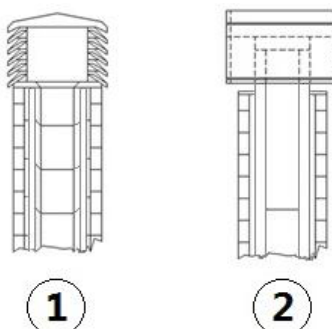

Fig. 4 - Cheminée anti vent
- Il est conseillé de choisir une cheminée de type anti vent, voir **Fig. 4 à page 25**.
- Conduit de fumées extérieur réalisé exclusivement avec des tuyaux en inox isolés, c'est-à-dire avec une double paroi d'un diamètre minimum de Ø150 mm: l'ensemble doit bien être fixé au mur. Avec cheminée anti-vent (voir Fig. 4 à page 25).